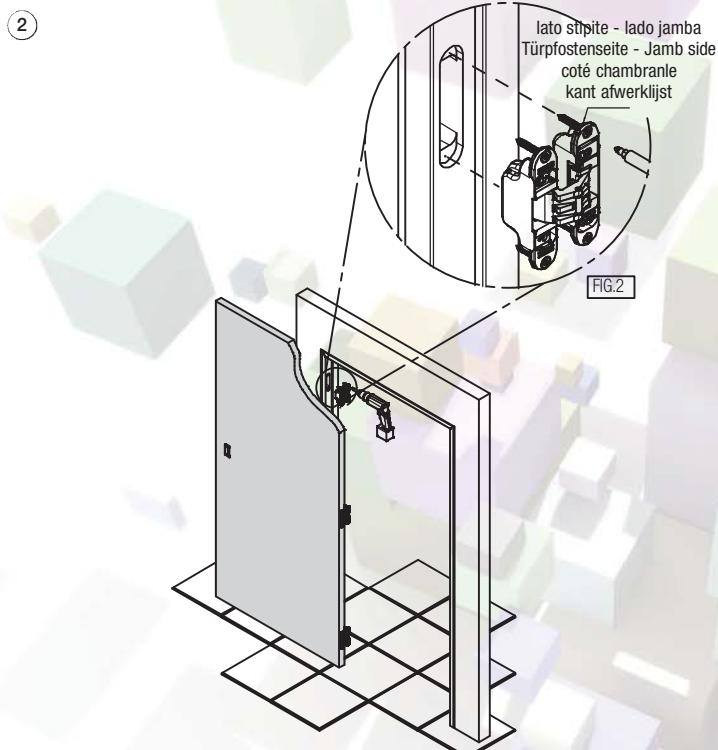

FIG.2
- ① Montare la porta sullo stipite alloggiando le cerniere nelle rispettive fessure (fig.2). Fissare le cerniere con le apposite viti.
- ② Instalar la puerta en el marco, alojando las bisagras en los correspondientes mecanizados (fig. 2). Fijar las bisagras con los tornillos.
- ③ Das Türblatt an der Zarge anbringen und die Türbänder in die jeweiligen Fräslungen einsetzen (Abb. 2). Die Türbänder mit den dafür vorgesehenen Schrauben befestigen.
- ④ Fix the door leaf to the jamb and insert the hinges into the millings (see picture 2). Fix the hinges with the specific screws.
- ⑤ Fixer la porte au chambranle en logeant les charnières dans les fentes respectives.
- ⑥ Monteer het deurblad in de omkasting door de scharnieren in de passende uitfretzengen te plaatsen. (fig.2) bevestig de scharnieren met de gepaste schroeven.